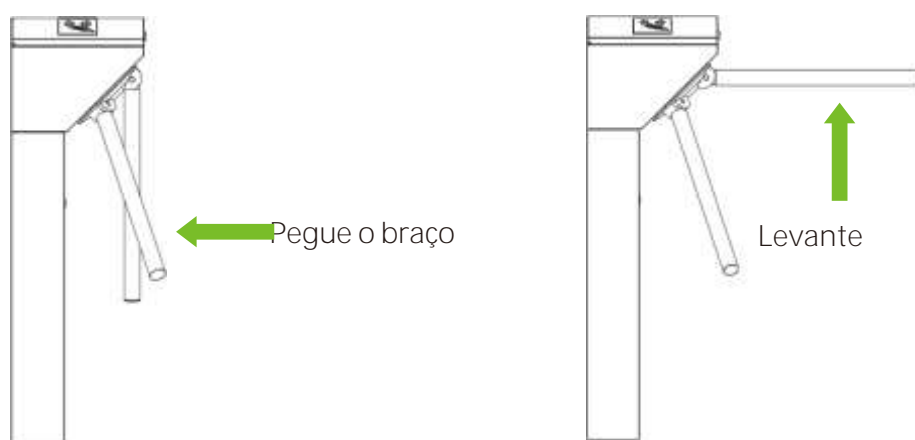

Figura 2-2
4. Levante o braço manualmente, conforme mostrado na Figura 2-2.